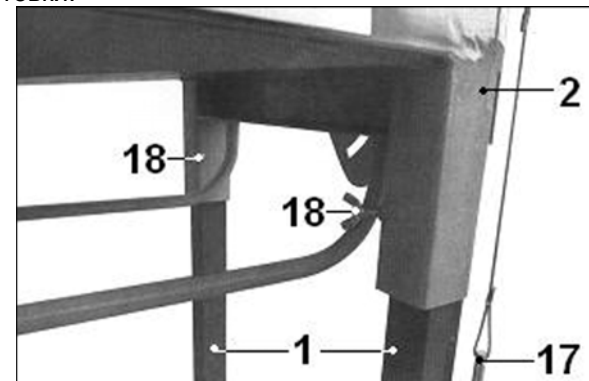

Рис. 4
9.1.1. Вставьте ножки (1) до упора в специальные гнёзда основания (2). Зафиксируйте положение ножек (1) барашковыми болтами крепления (18), как показано на Рис.4.